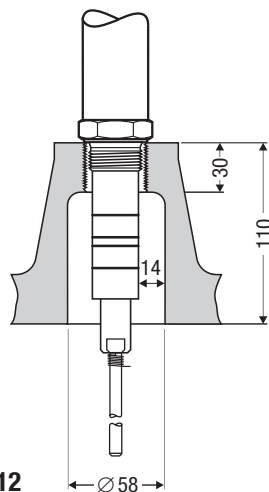

Fig. 12
- En cas de montage de l'électrode de niveau **NRG 111-51** dans une tubulure à bride DN 50, utiliser uniquement la bride chapeau GESTRA ! **Fig 12**.
- Lors de l'utilisation de l'électrode de niveau **NRG 111-51**, veuillez tenir compte des valeurs limites du pH (10) et de la conductibilité électrique (100 µS/cm à 25 °C).